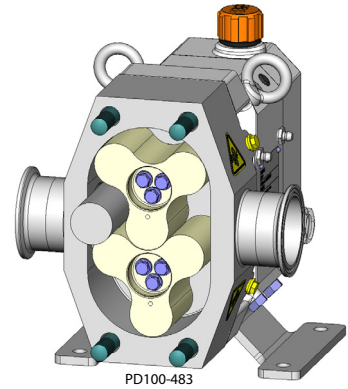

Figura 32 - Posições da Biela para o Bloqueio
1. Use uma biela feita de material que não estraga para bloquear os rotores e evitar que eles girem. Uma biela de plástico funciona bem para esta finalidade. Tabela 5 lista os diâmetros por modelo para o bloqueio do rotor. Sempre bloqueie o rotor contra o corpo, e não contra o rotor oposto. Veja Figura 32.